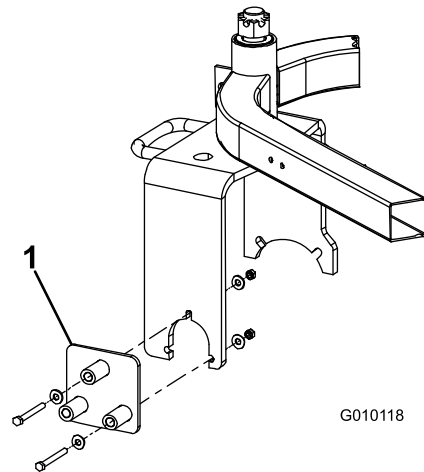

Figure 1
1. Montez le guide de perçage sur le côté droit de la fourche au moyen de 2 boulons (5/16" x 3"), 4 rondelles et 4 écrous (Figure 1).